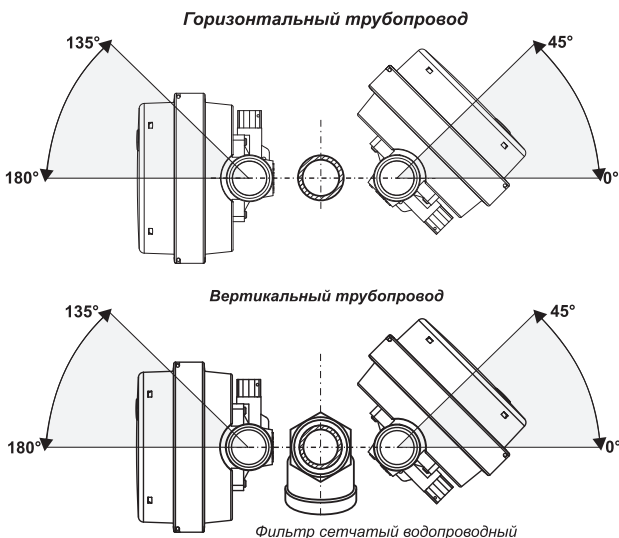

Рисунок 4 – Ориентация теплосчётчика при монтаже в трубопровод
- в горизонтальный трубопровод в диапазонах от 0° до 45° и от 135° до 180° по отношению к горизонту, рисунок 4;
- в вертикальный трубопровод в диапазонах от 0° до 45° и от 135° до 180° по отношению к оси продольного сечения фильтра сетчатого трубопроводного, рисунок 4;